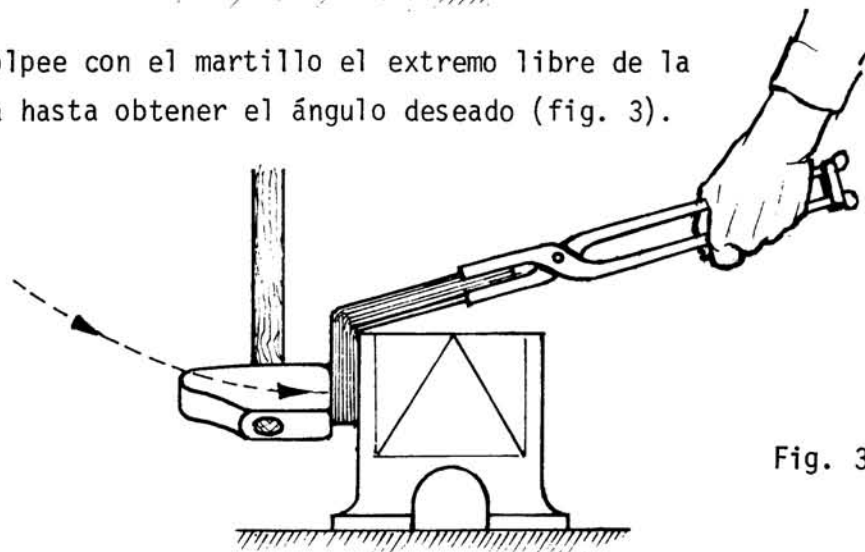

Fig. 3
- b Golpee con el martillo el extremo libre de la pieza hasta obtener el ángulo deseado (fig. 3).